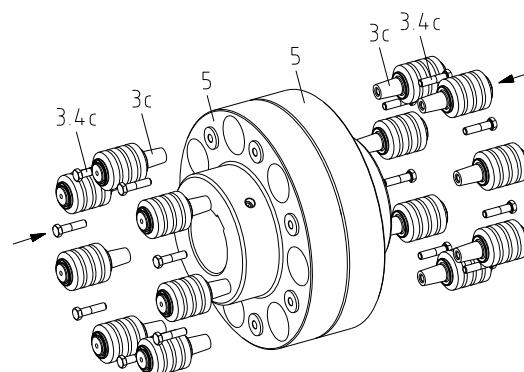

図 16
- ピン(部番 3c)をハブ(部番 5)の大きい方の穴に挿入して下さい(図 16 をご参照)。
- ピンに六角ボルト(部番 3.4c)を締め込んで下さい。この時、表 4 に記載されている締付トルクに達するまで数回に分けて均等に締め込んで下さい(図 16 をご参照)。